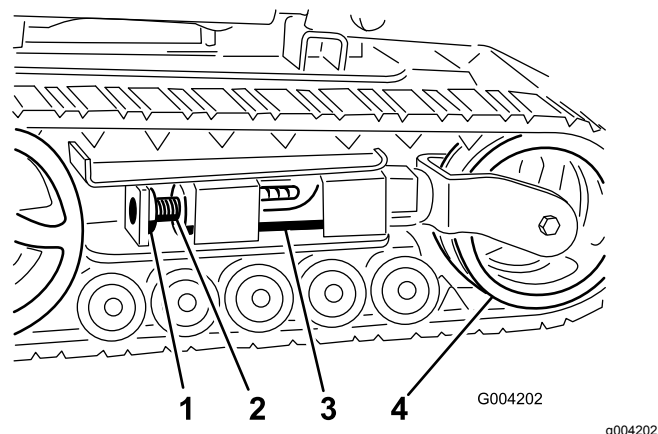
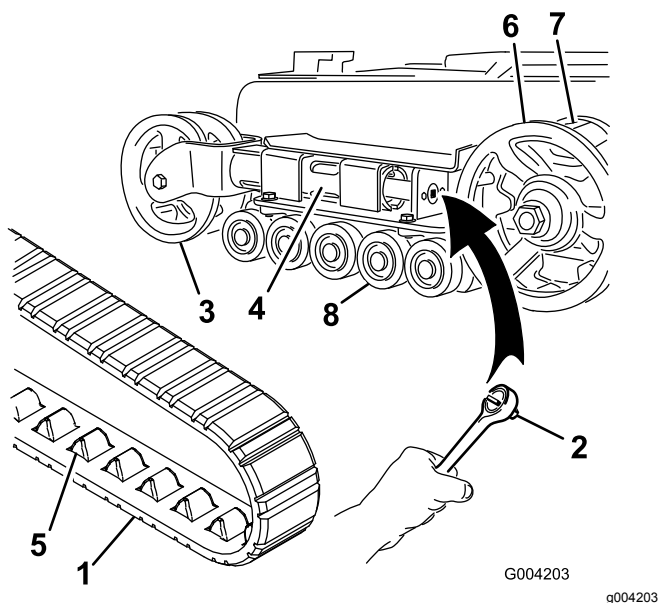
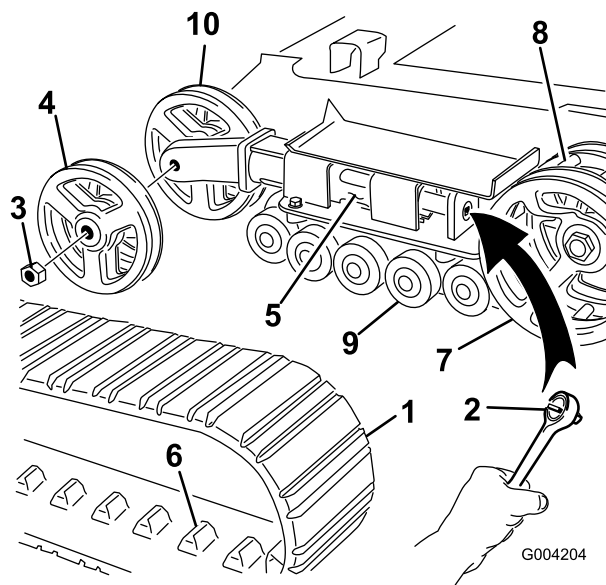

Figura 45
Figura 46
Figura 47
4. Togliete il bullone di bloccaggio e il dado (Figura 45).
6. Allineare l'intaglio più vicino della vite di tensione al foro del bullone di bloccaggio e fissare la vite con il bullone di bloccaggio e il dado (Figura 45).
Nota: Avete cingoli a larghezza ridotta se le ruote di tensione anteriori sono montate all'interno di una forcella all'estremità del tubo di tensione (Figura 46).
4. Togliere il bullone di bloccaggio e il dado (Figura 45).
5. Utilizzando un cricchetto di trasmissione da 1/2", rilasciate la tensione di trasmissione ruotando la vite di tensione in senso orario (Figura 45 e Figura 46).
6. Spingere la ruota di tensione verso il retro dell'unità in modo da spostare il tubo di tensione contro il telaio (Figura 46).
8. Quando il cingolo è staccato dalla ruota di tensione, rimuovetelo dai denti di trasmissione e dalle ruote non motrici (Figura 46).
9. Avvolgete il nuovo cingolo iniziando dalla ruota conduttrice e controllando che i denti del cingolo si alloggino tra i distanziali della ruota stessa (Figura 46).
10. Spingere il cingolo sotto e tra le ruote non motrici (Figura 46).
Nota: Avete cingoli a larghezza ridotta se le ruote di tensione anteriori sono montate sui lati dell'estremità del tubo di tensione (Figura 47).
5. Utilizzando un cricchetto di trasmissione da 1/2", rilasciate la tensione di trasmissione ruotando la vite di tensione in senso orario (Figura 45 e Figura 47).
6. Spingere la ruota di tensione verso il retro dell'unità in modo da spostare il tubo di tensione contro il telaio (Figura 47).
7. Togliere il dado di fissaggio della ruota di tensione esterna e rimuovere la ruota (Figura 47).
8. Togliere il cingolo (Figura 47).
9. Togliere il dado di fissaggio della ruota di tensione interna e rimuovere la ruota (Figura 47).
13. Montare la ruota di tensione interna e fissarla con il dado tolto in precedenza (Figura 47).
15. Montare il nuovo cingolo, accertandosi che gli attacchi del cingolo si inseriscano tra i denti al centro della ruota conduttrice (Figura 47).
16. Montare la ruota di tensione esterna e fissarla con il dado tolto in precedenza (Figura 47).
6. Collocare il tappo ingrassato della ruota non motrice sulla testa del bullone (Figura 46).
7. Fissare il tappo della ruota con l'anello elastico (Figura 46).